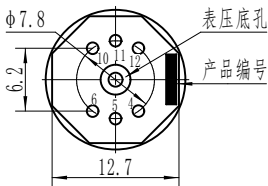

图 4
3) 型式 III 传感器 (电流供电) 管脚排列见图 4, 管脚的电气定义见下: